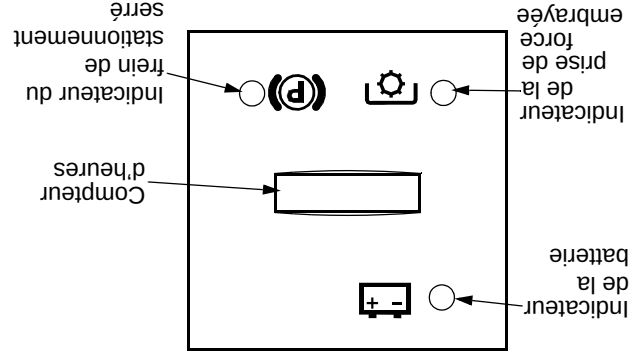

Figure 7
- **Indicateur de la batterie** (Voir la Figure 7)
- **Indicateur de la prise de force embrayée** (Voir la Figure 7)
Indicateur du frein de stationnement serré (Voir la Figure 7)